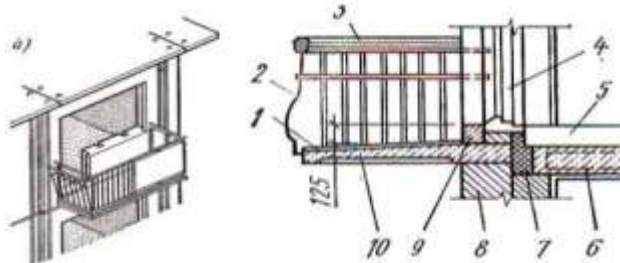

Рисунок 14 - Конструкция балкона
2. Вычертить конструкции балкона и перемычек с обозначением элементов, рис. 14.
2. Вычертить на формате А4 чертёж узла конструкции балкона, рис.14. Нанести штриховку материалов, обозначить элементы строительных материалов.